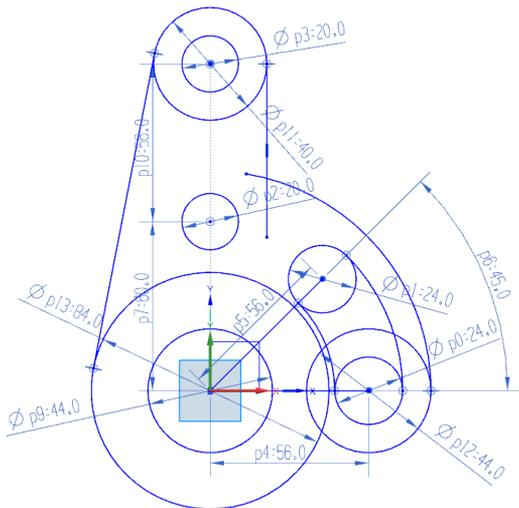

图 3-59 绘制中间圆弧和中间直线
(4) 单击“草图曲线”工具条中的“圆弧”按钮，在随后弹出的左上角的工具条中单击“中心和端点定圆弧”按钮，以直径为84的圆心为圆心绘制圆弧，然后绘制所需的中间直线和中间圆弧，并添加尺寸约束，如图3-59所示。